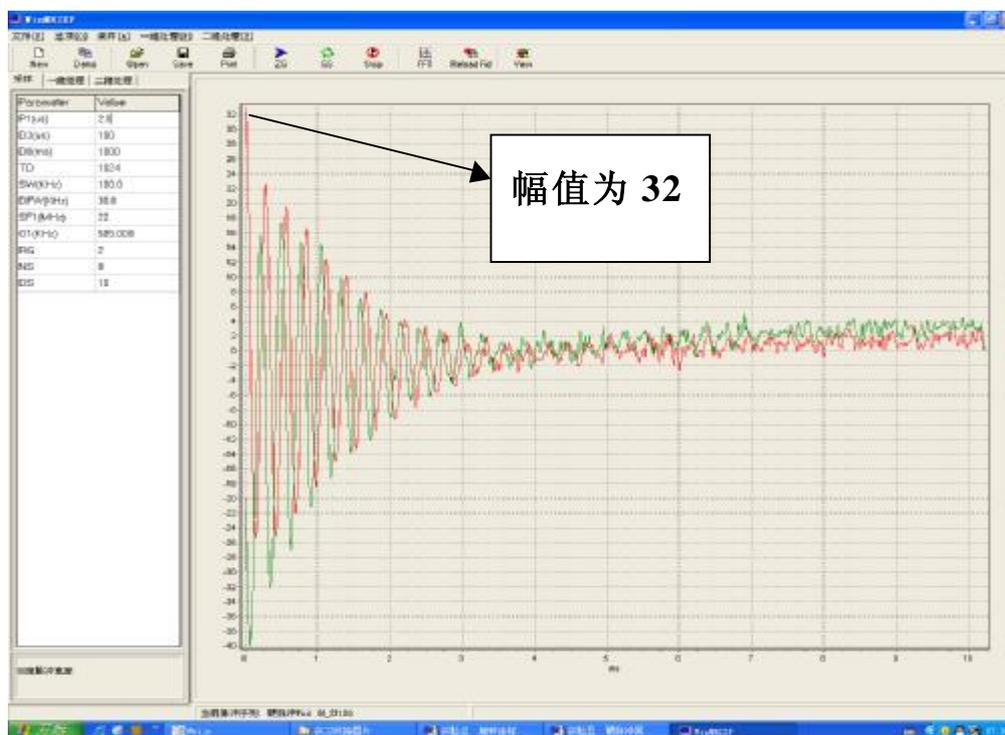

图9 P1为2时的FID信号
5、改变 P1 值，即 90 度脉冲宽度，从小到大逐步改变 P1 值，可以观察到信号的大小的改变规律(此处可只看信号模值)。最后纪录使得信号幅值最大的 P1 值,即为 90° 射频的脉冲幅值。如图 9、10、11 是 P1 为不同值时的 FID 信号，注意其幅值大小。